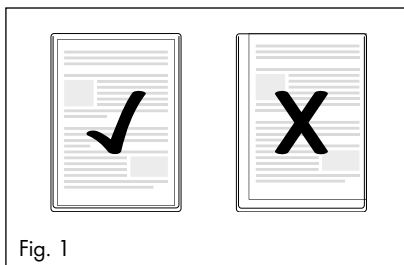

Fig. 1
- ▶ Tenere presente che tutti i margini del documento devono avere almeno due millimetri di distanza dal margine della tasca di pellicola, come indicato in Fig. 1.
- ▶ Tenere presente che tutti i margini del documento devono avere almeno due millimetri di distanza dal margine della tasca di pellicola, come mostrato in Fig. 1.